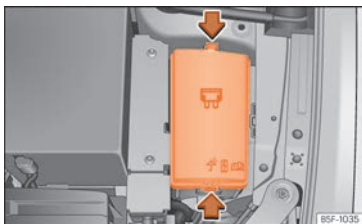

Abb. 230 Im Motorraum: Abdeckung des Sicherungskastens.
- Verriegelungstasten drücken, um die Abdeckung des Sicherungskastens »» » **(Abb. 230)** zu entriegeln.